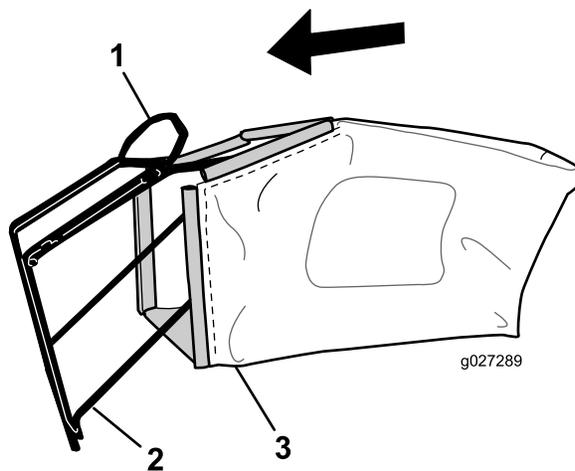

Figura 9
**Nota:** No coloque la bolsa sobre el manillar (Figura 9).
1. Coloque la bolsa de recogida sobre el bastidor, según se muestra en la Figura 9.